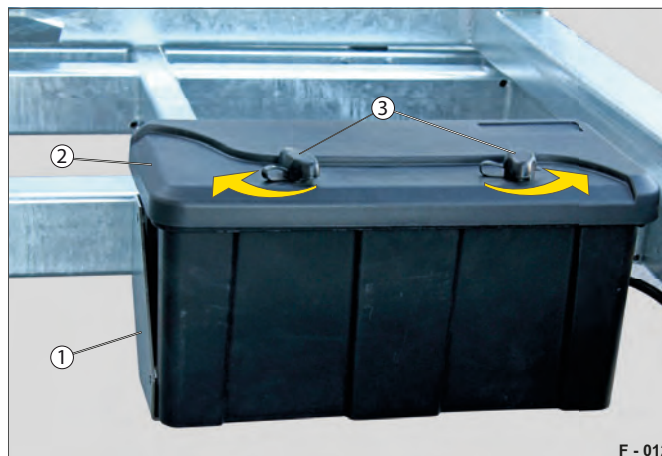

Fig. 12 Værktøjskasse lukket
- ▶ Klap afdækningerne (Fig. 12 /2) til lukkevriderne med låsecylindre (Fig. 13 /1) til side.
- ▶ Klap afdækningerne (Fig. 12 /3) i.